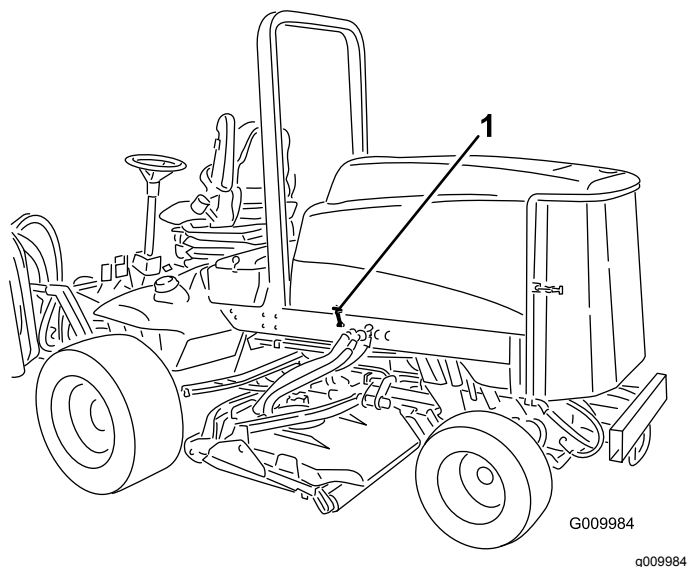

Figura 21
1. Rilasciate i fermi e il perno del cofano (Figura 21) e aprite il cofano.